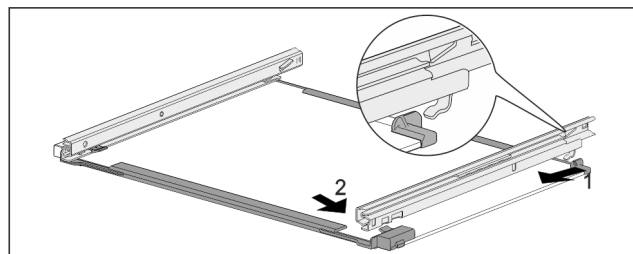

Fig. 264 Ripiano in vetro con guide
- Agganciare la guida sul lato posteriore. Fig. 264 (1)
- Innestare la guida sul lato anteriore. Fig. 264 (2)